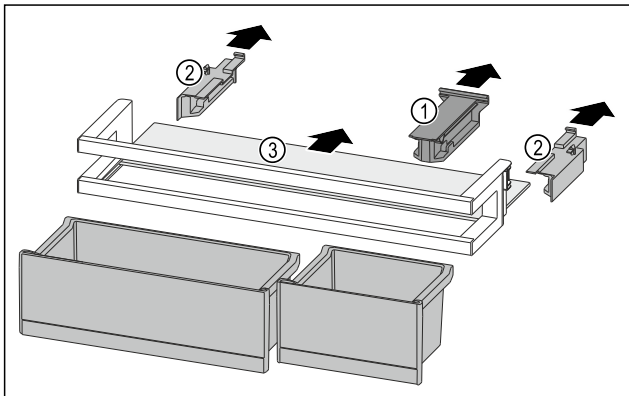

Fig. 97
- ▶ Изтеглете задържащата част Fig. 97 (1).
- ▶ Изтеглете страничните части Fig. 97 (2).
- ▶ Свалете рафта Fig. 97 (3).